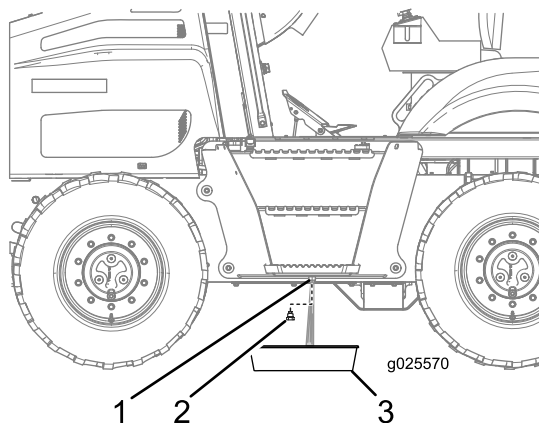

Рисунок 71
3. Отверните сливную пробку топливного бака и слейте воду (Рисунок 71).
4. Когда начнет выходить чистое топливо, установите сливную пробку и надежно затяните ее (Рисунок 71).